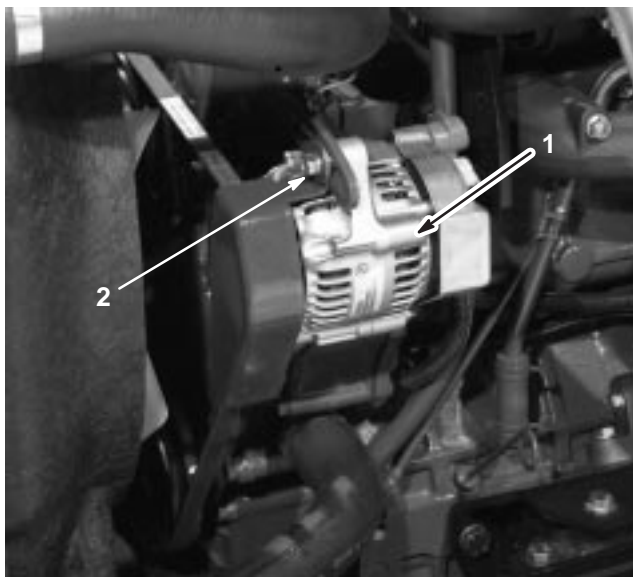

Figure 55
Vérifiez l'état et la tension de la courroie (Fig. 55) toutes les 100 heures de fonctionnement.
2. Si ce n'est pas le cas, desserrez les boulons de montage de l'alternateur (Fig. 55). Augmentez ou diminuez la tension de la courroie et resserrez les boulons. Contrôlez de nouveau la flèche de la courroie pour vérifier si la tension est correcte.